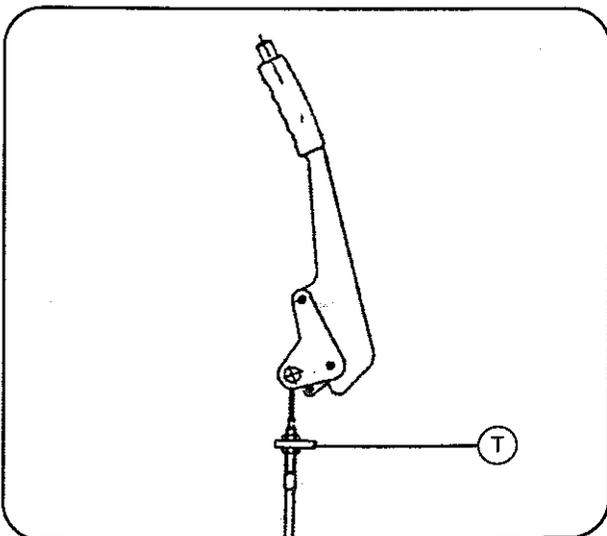

Fig. 18
2) FRENO ESTACIONAMIENTO (Fig. 18)
Ajustar el recorrido del mando del freno de estacionamiento, mediante el tensor (Fig. 18). La palanca del freno de estacionamiento debe bloquear los frenos a la mitad de su carrera total